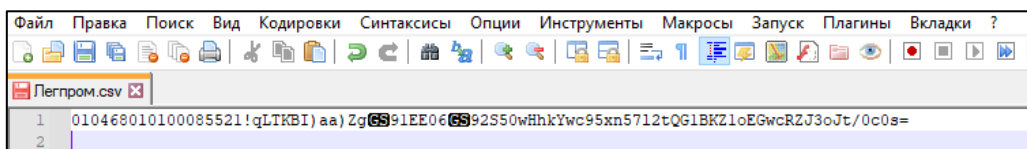

Рис.1 Полный код маркировки
- в коде маркировки должны быть скрытые символы <GS> - разделители групп (см. рис.1).